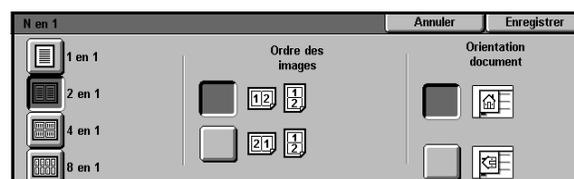
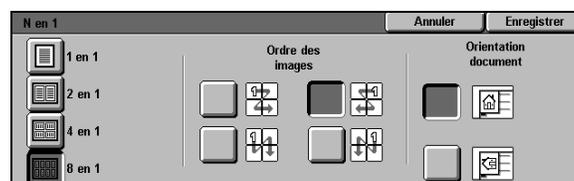

Figure 7 : Écran de paramétrage 2 en 1
Figure 8 : Écran de paramétrage 4 ou 8 en 1
- 2 Sélectionnez l'une des options suivantes pour afficher l'écran de paramétrage correspondant (figure 7 et figure 8) :